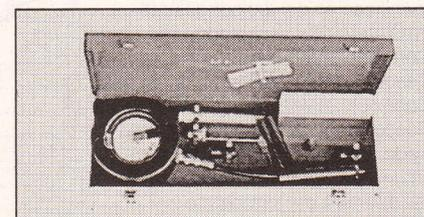

Fig. 4.120
V.A.G 1381 Compresógrafo (Fig. 4.120).